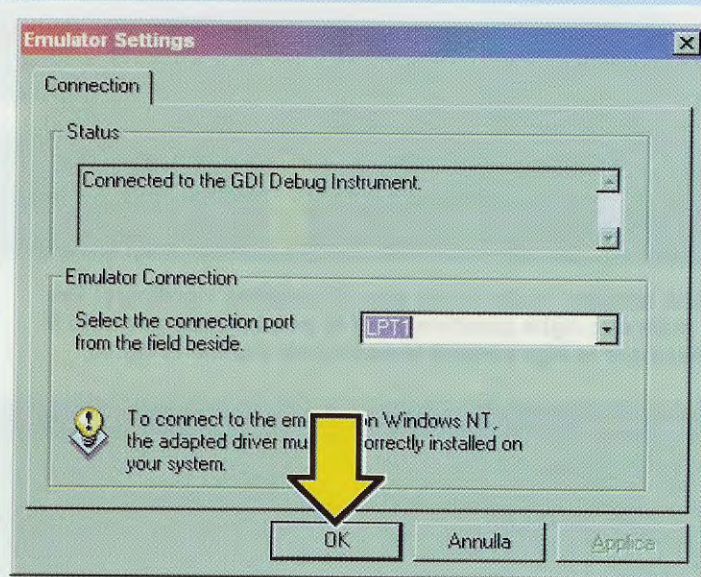

Fig.13 La finestra dell'Emulator Settings vi permetterà di definire a quale Porta Parallela volete collegare il Programmatore.
**Fig.13** Dal pannello posteriore del mobile plastico al cui interno sono inseriti il Programmatore e il suo Alimentatore, dovrete far uscire il connettore a 25 poli da collegare al Computer.
La finestra che appare (visibile in fig.13) è quella che vi permette di dire al computer su quale porta parallela collegherete il programmatore **LX.1546**.
Fig.12 Per proseguire nel test dovreste cliccare sulla scritta Emulator e quanto apparirà il menu a tendina visibile al centro, dovreste andare sulla riga Emulator Settings e cliccare. In questo modo si aprirà la finestra riprodotta in fig.13.